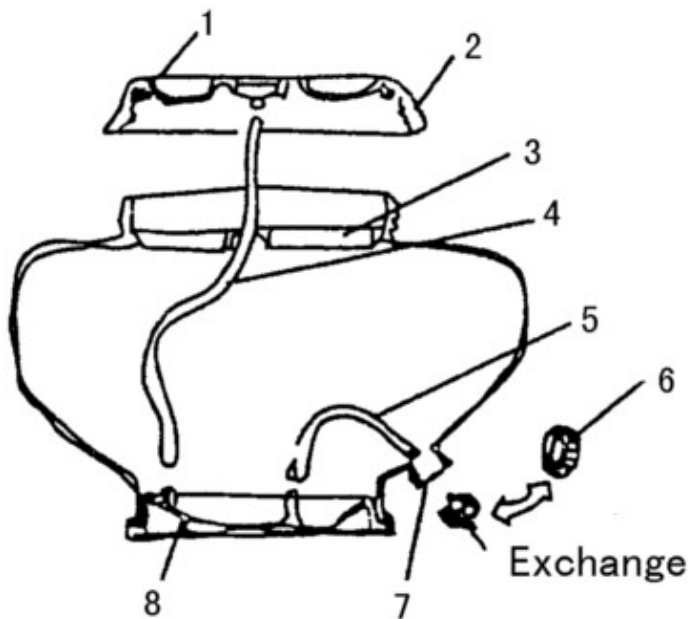
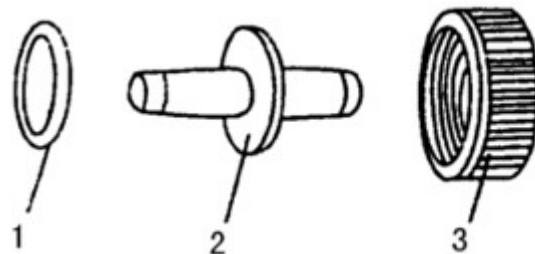
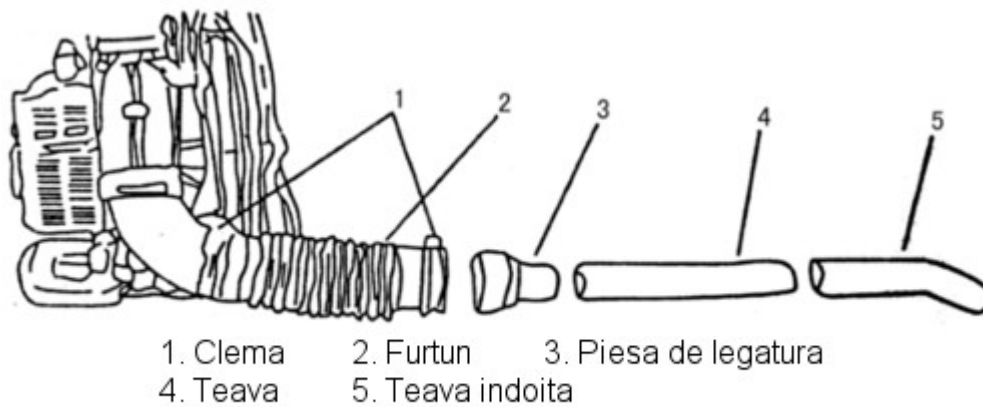

Fig. 4
Fig. 5
Fig. 6
- (2) Precum se arata in Fig. 4 si Fig. 5, scoateti capacul de jos al rezervorului de substante chimice, schimbati-l cu capacul de presiune, care este conectat cu tubul de cauciuc (nu uitati sa montati inelul de etansare). Dupa care conectati capacul la tubul de cauciuc, dupa cum se arata in Fig. 6.